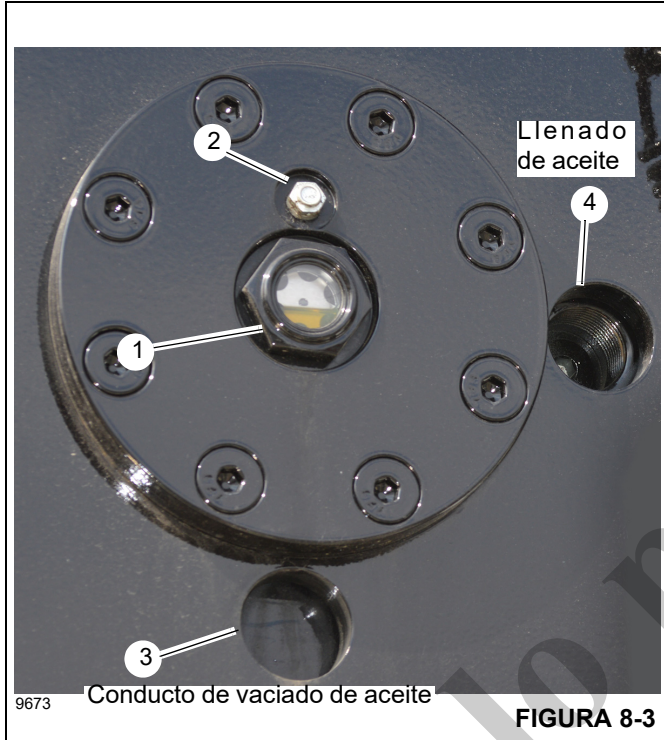

FIGURA 8-3
Revise el nivel del aceite en la mirilla (1, Figura 8-3) del malacate. Cuando esté frío y no esté funcionando, revise el nivel de aceite en la mirilla. El aceite debe estar aproximadamente a la altura media en la mirilla. El mecanismo del malacate y el freno tienen una capacidad máxima de 5.44 l (11.5 pintas) de aceite.
El tapón de vaciado y llenado del aceite del malacate se encuentra en el tambor. Puede accederse al tapón a través de uno de dos agujeros de acceso. El agujero de acceso inferior (posición de las 6 horas) (3, Figura 8-3) se usa para vaciar el aceite. El agujero de acceso en el lado (posición de las 3 horas) se usa para llenar el malacate con aceite (4).
1. Retire el tapón con respiradero (2, Figura 8-3). Límpielo con solvente, si es necesario. Póngalo a un lado para usarlo más adelante.
agujero de acceso para vaciado de aceite en la posición de las 6 horas (3, Figura 8-3).
8. Cubra las roscas del tapón con respiradero (2, Figura 8-3) con aceite e instale el tapón con respiradero.
1. Gire el tambor del malacate de modo que el tapón quede alineado con el agujero de acceso para llenado de aceite en la posición de las 3 horas (4, Figura 8-3).
4. Revise visualmente el nivel de aceite a través de la mirilla (1, Figura 8-3). Cuando termine de llenar, el nivel del aceite debe estar aproximadamente a la altura media en la mirilla.